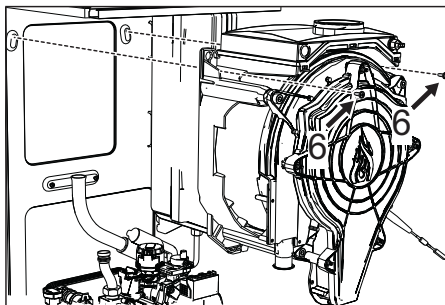

fig. 64
- Extraiga los dos tornillos **superiores "6"** que fijan el intercambiador al bastidor (fig. 64).